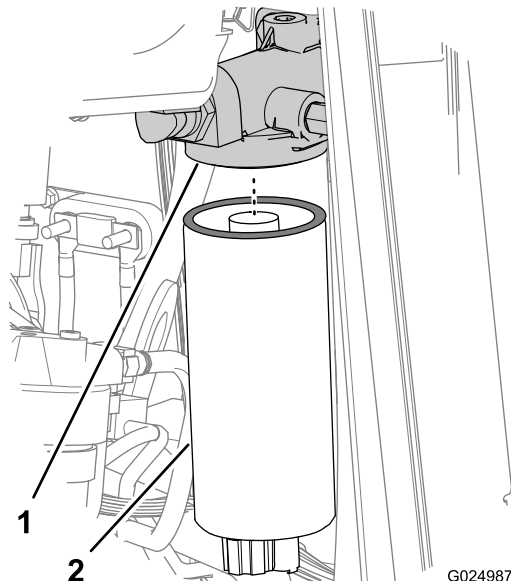
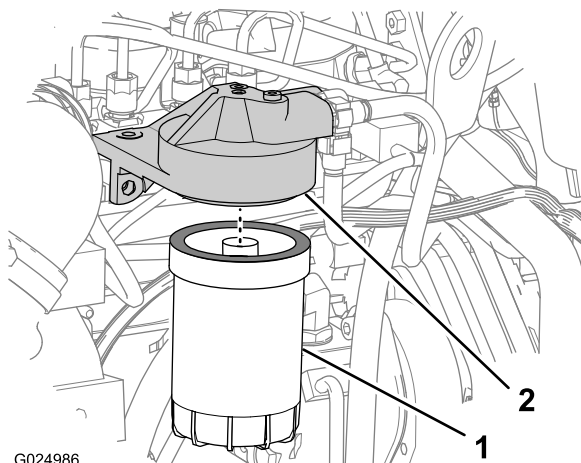

Figura 74
Figura 75
7. Allentate e rimuovete il filtro carburante principale (Figura 74).
9. Allentate e rimuovete il filtro carburante secondario (Figura 75).
1. Pulite le superfici di tenuta degli adattatori dei filtri principale e secondario (Figura 74 e Figura 75).
3. Montate il filtro carburante principale sull'adattatore del filtro e serrate il filtro fino a quando la guarnizione non entra in contatto con la superficie della testa del filtro (Figura 74).
6. Montate il filtro carburante secondario sull'adattatore del filtro e serrate il filtro fino a quando la guarnizione non entra in contatto con la superficie della testa del filtro (Figura 75).